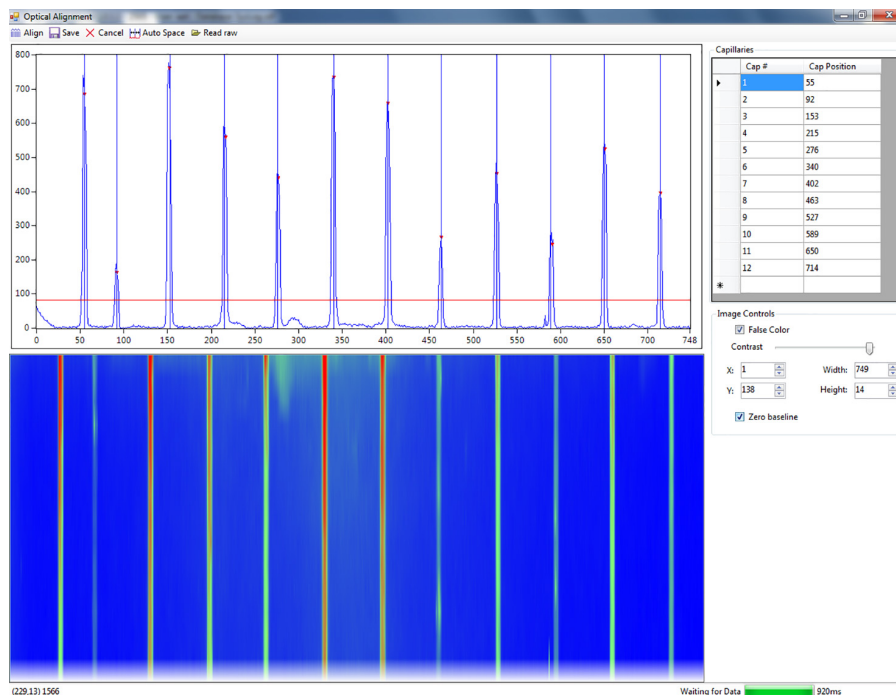

Figura 22 Finestra a comparsa dell'allineamento capillari in tempo reale (l'esempio mostra 12 capillari)
Si aprirà la visualizzazione in tempo reale della finestra *Capillary Alignment* (Allineamento capillari) (**Figura 22**).
- 7 Regolare la linea di base mostrata nella **Figura 22** finché non si osserva un puntino rosso sopra il picco di ciascun capillare. Ciò stabilisce quali picchi dei capillari sono selezionati. È importante assicurarsi che la linea rossa sia sopra la linea di base.